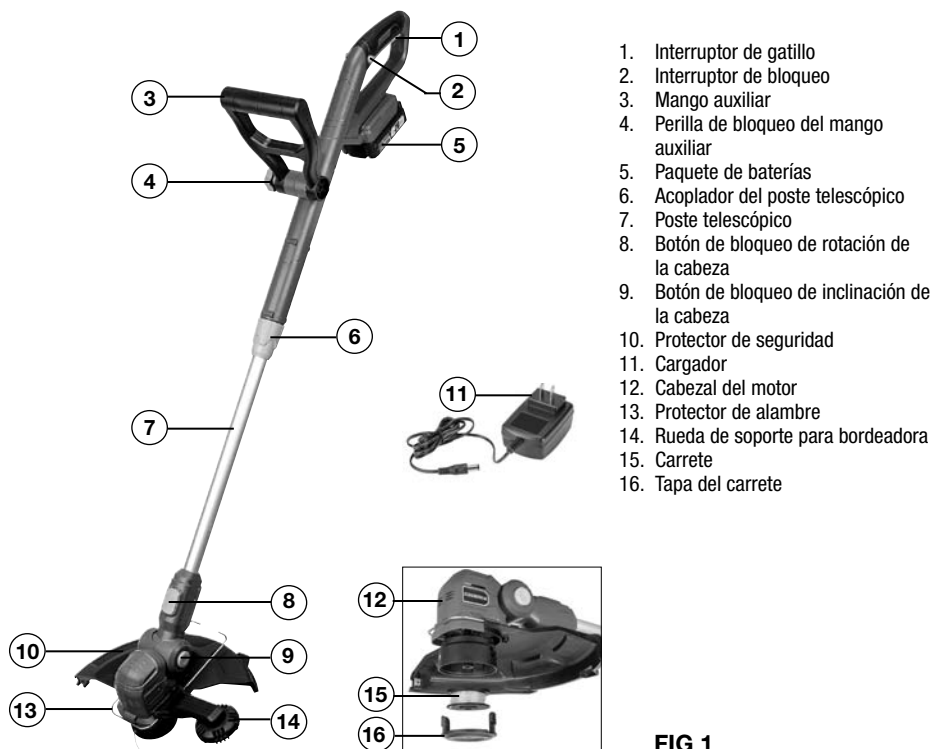

FIG 1
**Para iniciar la recortadora,** presione el botón de bloqueo (2-FIG 1) y apriete el interruptor de gatillo (1-FIG 1).